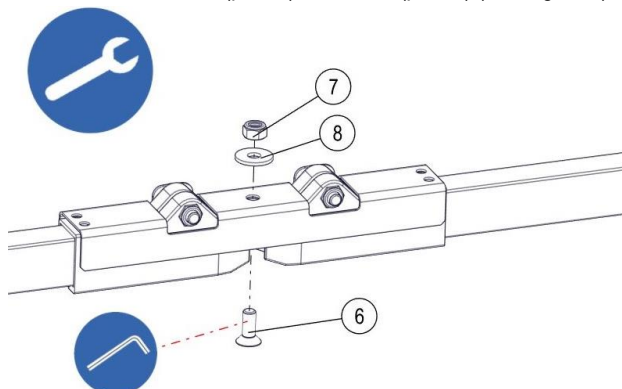

Fig. 101 : Monter un couvercle
- Serrer la vis à tête fraisée DIN 7991 M6x16-A2 (pos. 6) au moyen d'une clé à six pans creux de 5 et de la rondelle DIN 9021-A6,4-A2 (pos. 8) ainsi que l'écrou hexagonal DIN 985-M6-A4 (pos. 7) à l'aide d'une clé à fourche de 10 de manière à monter le couvercle (pos. 3) sur la tôle (pos. 2) (voir Fig. 101).